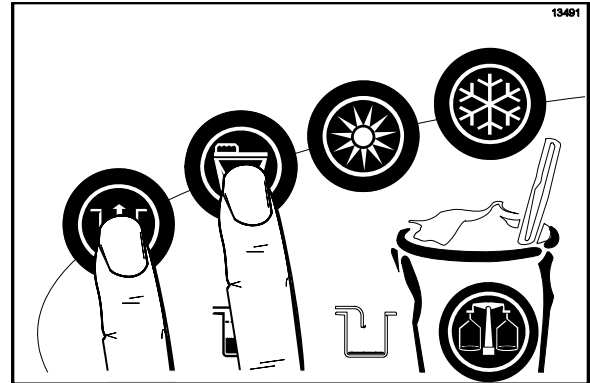

Abbildung 159
15. Das Reinigungs- und das Pumpensymbol  antippen, um den Reinigungs- und Pumpbetrieb zu beenden und das Zapfventil zu schließen. (Siehe Abbildung 159.)